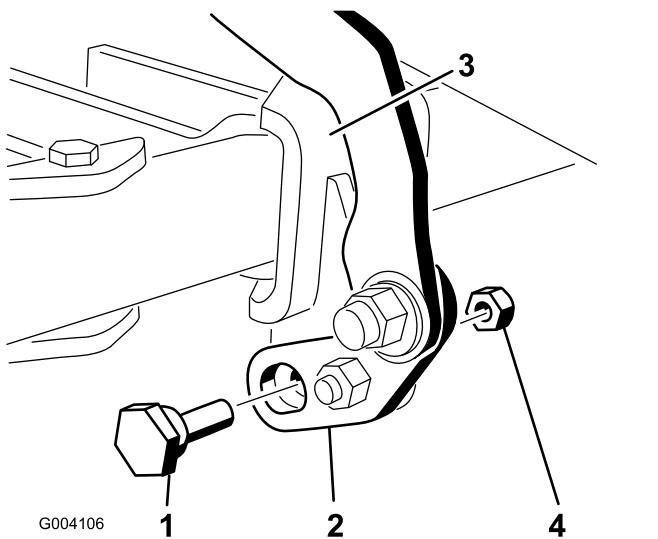
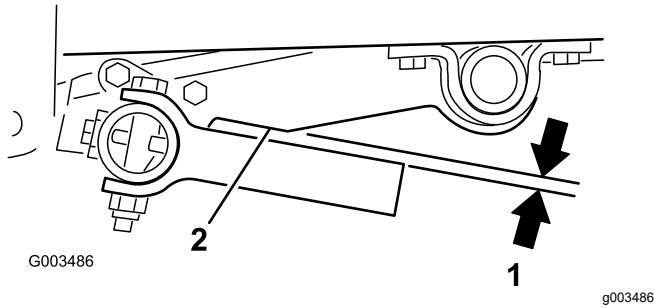

Figura 17
Figura 21
6. Instale a cavilha excêntrica através da parte inferior da patilha articulada e suporte da articulação e prenda-a utilizando uma porca de bloqueio (5/16 pol.) como se mostra na Figura 17.
- Rode o parafuso excêntrico em qualquer direção até que os dentes da barra de ferramentas estejam paralelos com a ranhura no braço de elevação (Figura 17 e Figura 21).